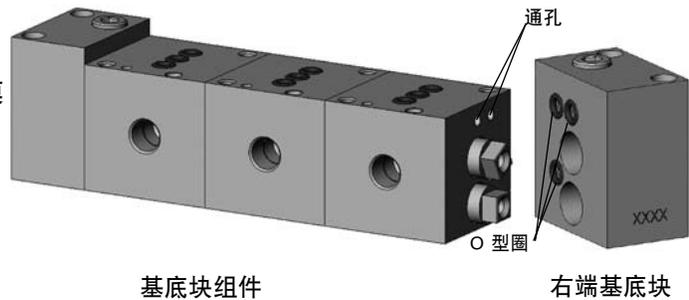

图3
5. 将右端基底块安装到整个组件, 将右端基底块的O型圈(9-007)与最后一个基底块的通孔对准。用一个穿过末端基底块的9/64 in. 六角扭矩扳手将右端基底块插入件螺丝拧入到基底块插入件并拧紧至35 到 45 in.·lb (4.0 到 5.1 N·m)。见图3。